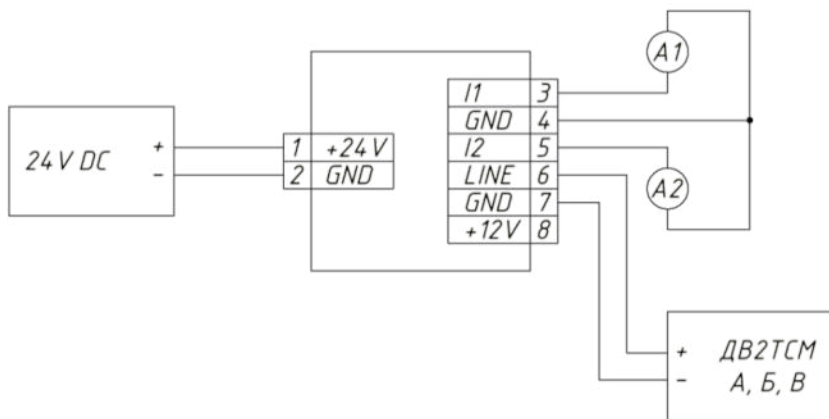
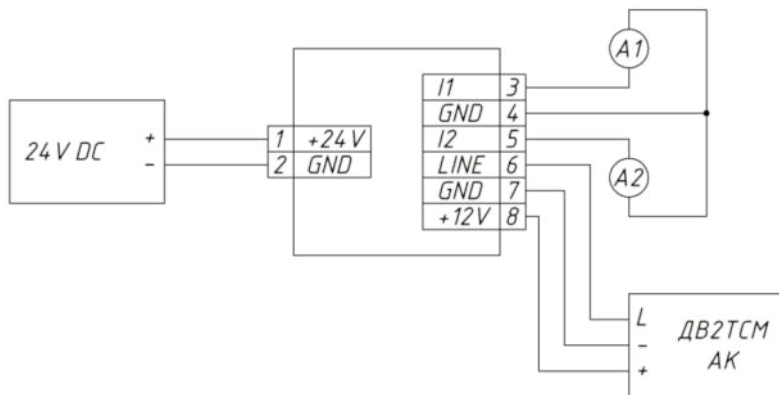

Рис. 6. Подключение к блоку интерфейса измерительных преобразователей ДВ2ТСМ исполнений А, Б, В (кроме ДВ2ТСМ-1Т-4П-В), ДТР-4-СМ.
Рис. 7. Подключение к блоку интерфейса измерительного преобразователей ДВ2ТСМ исполнений ДВ2ТСМ-1Т-4П-В, АК, Г, ГМ, ДТР-1-СМ, ДТР-2-СМ.
7.6. В зависимости от исполнения измерительные преобразователи подключаются к блоку преобразователя интерфейса, строго соблюдая полярность, двухпроводным (рис.6) или трехпроводным (рис.7) кабелем. Корпусной контакт разъема измерительного преобразователя (-) или белый провод для преобразователя с кабельным выходом подключаются к клеммному гнезду «7»-«GND». Центральный контакт разъема измерительного преобразователя (+) или красный провод для преобразователя с кабельным выходом подключаются к клеммному гнезду «6»-«LINE». Категорически запрещается подключать любой из проводников измерительного преобразователя ДВ2ТСМ в исполнении А, Б и В (кроме ДВ2ТСМ-1Т-4П-В) и ДТР-4-СМ к клеммному гнезду «8»- «+12V».
7.7. Подключение преобразователя ПИТ20 к источнику питания и вторичным измерительным устройствам осуществляется по четырем проводам - по одной паре подается напряжение питания (цепи «1»-«+24V» и «2»-«GND»), по другой осуществляется съем токовых выходных сигналов. Подключение преобразователя к измерительной системе или вторичному прибору осуществляется согласно инструкции по эксплуатации последнего. Схема подключения преобразователя приведена на рис. 7 и рис. 8.